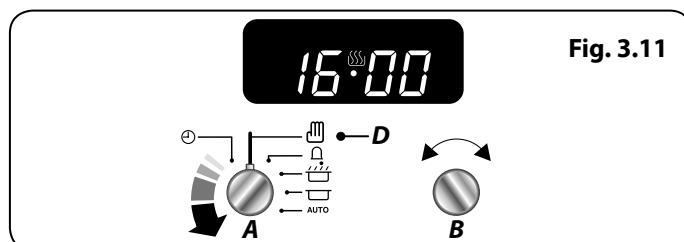

Fig. 3.11
Pour annuler tous les réglages automatiques, tournez le bouton de la minuterie (A) pour sélectionner le réglage de l'horloge (C) (Fig. 3.11).